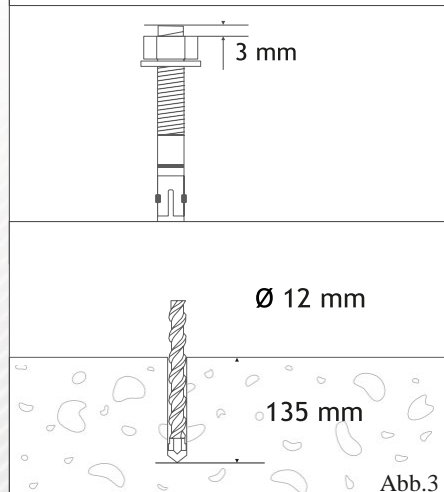

Abb.3
- 4 Bohren Sie mit einem 12 mm Betonbohrer jeweils in der Mitte der vier Markierungen 135 mm tief in das Fundament (Abb. 3). Entfernen Sie anschließend alle Staub- und Bohrpartikel aus der Bohrung.